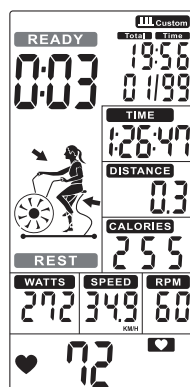

FIGURA 37
- Cuando finaliza una serie, el tiempo comienza a contar y REST parpadea una vez por segundo junto con una alerta audible (Figura 37), mientras que READY parpadea durante los últimos 3s (Figura 38).